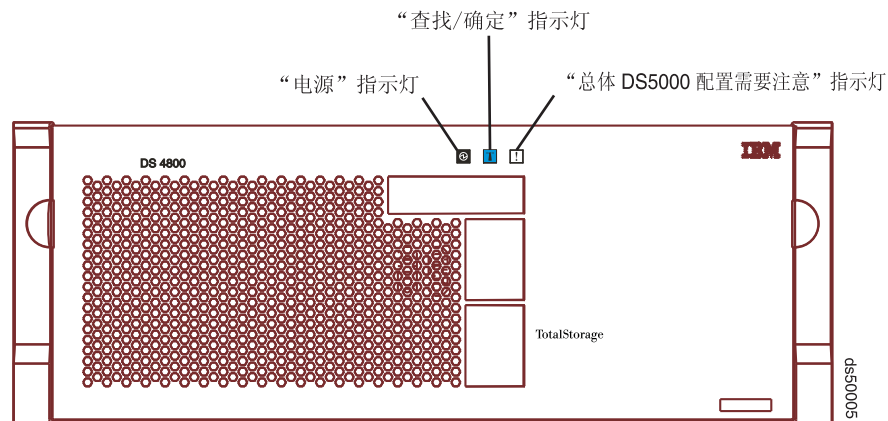

图 136. DS5100 或 DS5300 前挡板上的“总体配置需要注意”指示灯
2. 通过检查存储子系统前挡板上的“总体配置需要注意”指示灯, 查找 SFP 模块有故障的存储子系统。(图 136 显示了前挡板上“总体配置需要注意”指示灯的位置。)
2. 通过检查存储子系统前挡板上的“总体配置需要注意”指示灯，找出具有故障 SFP+ 模块的存储子系统。（第 205 页的图 136 显示了前挡板上“总体配置需要注意”指示灯的位置。）